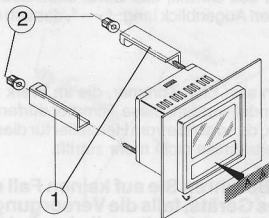

fig. 1
Poser l'étiquette autocollante et l'unité électronique "A, V, mA ou mV" dans le logement approprié (figure 1); ensuite introduire (E)DI3-72 dans l'ouverture du panneau et le fixer à l'aide des deux supports latéraux (1, fig. 1), qui sont bloqués aux extrémités par les fixations à vis (2, fig. 1).